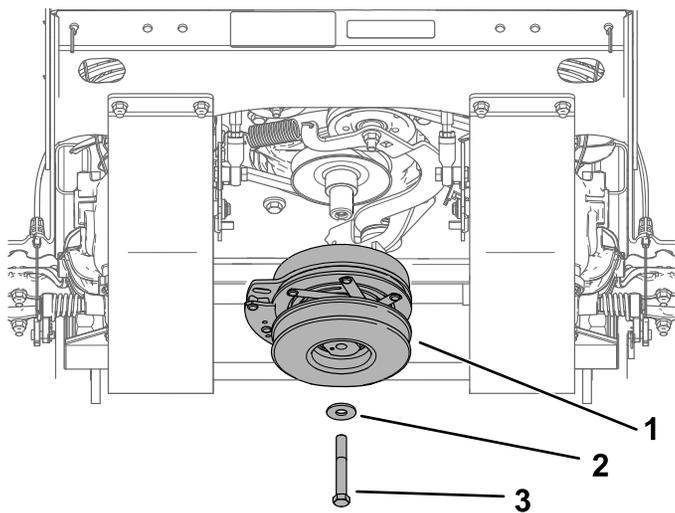

Figura 57
5. Remova a polia da embraiagem (**Figura 57**).
13. Instale a polia da embraiagem (**Figura 57**). Aperte o parafuso com uma força de 68 a 81 N·m.
14. Instale a placa de proteção (**Figura 57**).